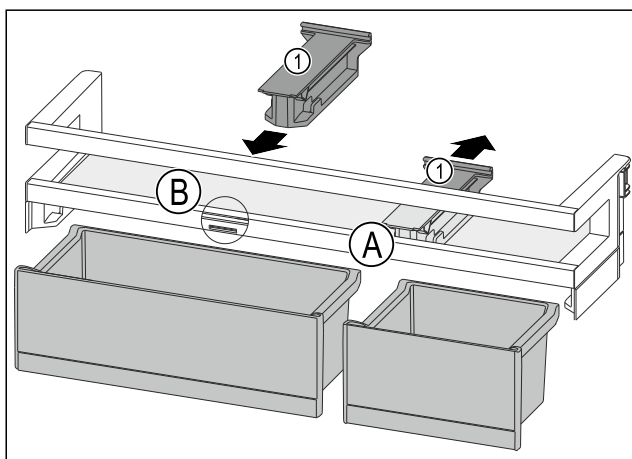

Fig. 87
- Halteteil Fig. 87 (1) in Position Fig. 87 (A) nach hinten abziehen.
- Halteteil Fig. 87 (1) in Position Fig. 87 (B) einsetzen.